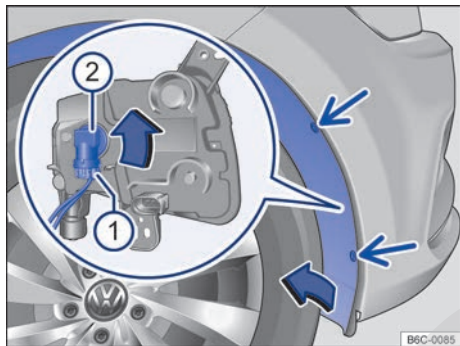

Fig. 130 En la caja de la rueda delantera: acceso a la bombilla del farol de neblina.
2. Retirar los tornillos de fijación del guardabarros → fig. 130 (flechas) con la ayuda de un destornillador.
4. Desencajar el conector de alimentación de la lámpara → fig. 130 ①, presionar al mismo tiempo, la traba de fijación del conector.
5. Girar el portalámparas → fig. 130 ②, en sentido antihorario hasta el tope y desencajarlo del alojamiento.
11. Encajar el conector de alimentación ① en el portalámparas, el conector debe encajarse audiblemente.
13. Volver a colocar los tornillos de fijación → fig. 130 (flechas) y ajustarlos.